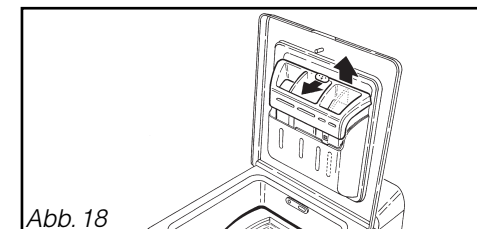

Abb. 18
– Den Knopf nach vorne schieben **und die Kammer nach oben ziehen und herausnehmen** (Abb. 18).